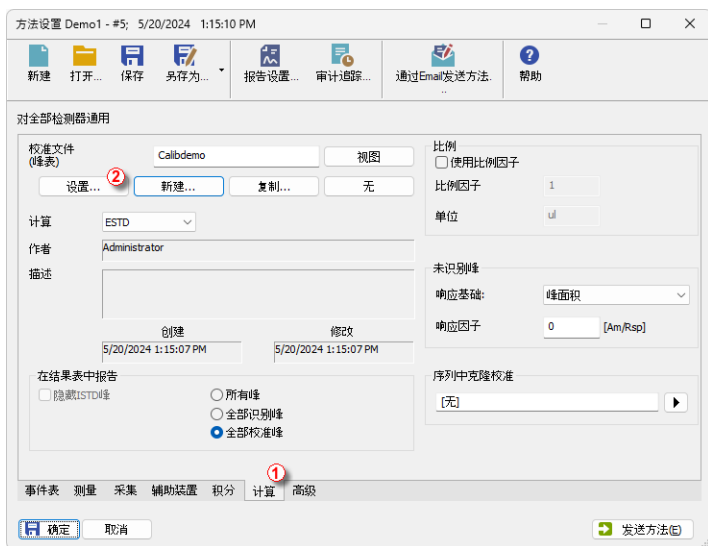

图14: 方法设置-计算选项卡
- 返回 **Clarity Lite** 窗口并使用 **方法-计算...** 命令直接在 **计算** 选项卡上打开 **方法设置** 对话框，① 如所示第 23 页第图 14。或者，您可以使用 **方法** 菜单中的任何命令，然后选择 **计算** 选项卡。所有这些部分(以及其他部分)都是方法的一部分;因此它们出现在同一个对话框中，但是在不同的选项卡上。
- 点击 **设置** 按钮 ② 选择校准文件并关联至方法。